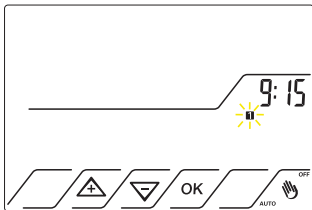

Fig.12
3.7 Premere il tasto OK per confermare. Inizia a lampeggiare la scritta  (lunedì). Fig.12